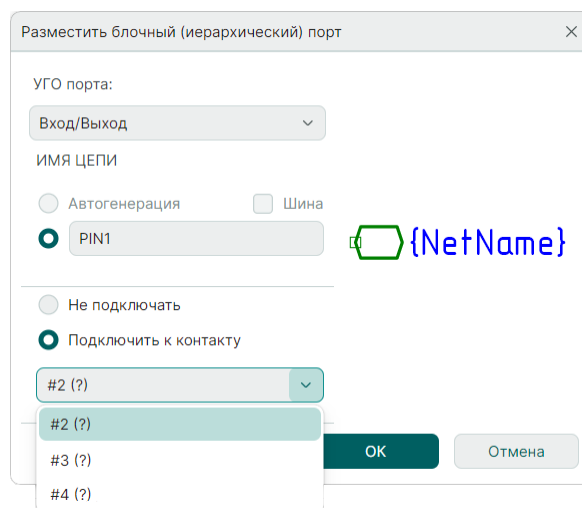

Рис. 286 Сопоставление блочного порта с выводом УГО блока
3. Сопоставьте блочный порт с выводом УГО блока. Данное действие доступно только в том случае, если для УГО блока были созданы выводы. Для сопоставления порта и вывода установите переключатель в положение «Подключить к контакту» и с помощью выпадающего списка выберите нужный вывод УГО блока, см. Рис. 286.